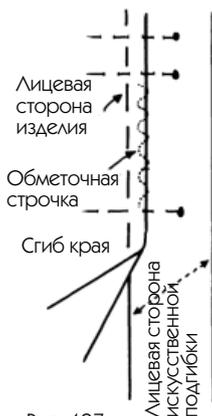

Рис. 407
А — швейная машина, выполняющая обметочную строчку «серпантин», которая состоит из чередования машинных стежков, напоминающих волнистый зигзаг (см. рис. 407).
ПЕРВЫЙ СПОСОБ (рис. 407)
4. Под нижний срез разложенного на столе изделия подсуньте искусственный край до границы предусмотренного сгиба (на рис. 407 показано, как его заколоть булавками).